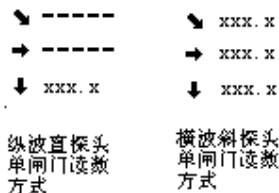

图 2-2-3
**注意：**当用户将某一闸门移出回波显示区后，此时数据显示区的读数为 **xxx.x** 的形式。如图 2-2-3 所示。